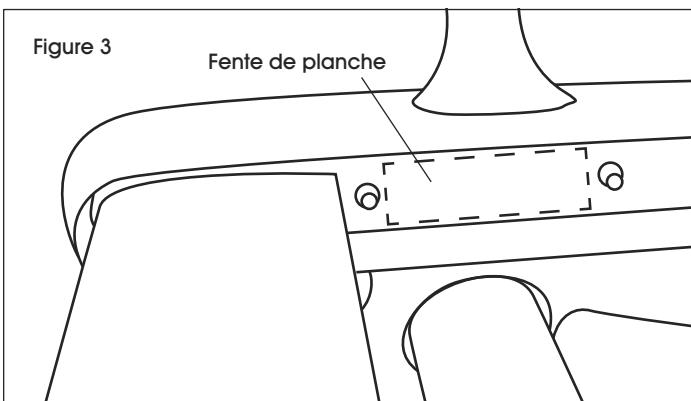

Figure 3
4. Ajoutez les planches en commençant par celles du siège. La planche avant du siège et la planche supérieure du dossier possèdent un bord arrondi. Ce bord doit être orienté vers l'extérieur. (Voir Figure 3)
5. Espacez les planches adéquatement en vous servant des fentes sur les cadres latéraux qui sont prévues à cet effet. (Voir Figure 3)